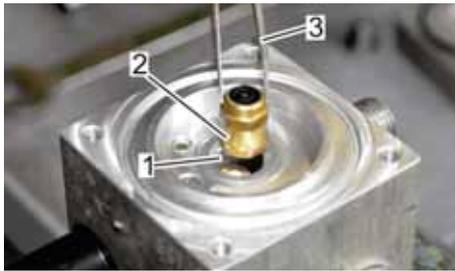

Abb. 88: Kolben einsetzen
3. → Den Kolben (Abb. 88/2) mit einem geeigneten Werkzeug (Abb. 88/3) in die Einsatzbohrung (Abb. 88/1) des Gehäuses einsetzen.